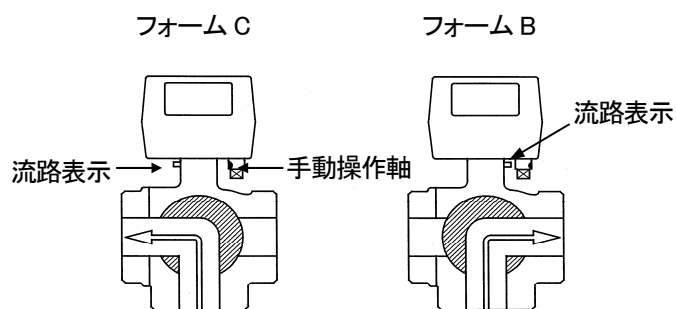

図 34
- ① 手動操作はスパナを使用します。
- ② アクチュエータ下部の手動操作軸(口 5.5)をスパナでゆっくり回します。
- ③ フォーム C からフォーム B(図 34) 操作軸をアクチュエータ上部から見て反時計回り方向に約 630° (1.75 回転)回すと、バルブはフォーム C からフォーム B に流路を変更します。また、流路表示も図 34 のとおり左から右に移動します。
- ④ フォーム B からフォーム C 操作軸をアクチュエータ上部から見て時計回り方向に約 630° (1.75 回転)回すと、バルブはフォーム B からフォーム C に流路を変更します。また、流路表示も右から左に移動します。